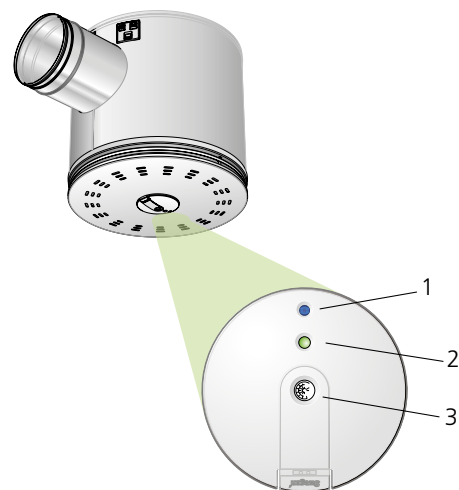

Abbildung 1. ADAPT Free Sensormodul mit anschluss für TUNE Adapt.
- Im Luftauslass befindet sich ein Regler mit allen Sollwerten und Steuerungsfunktionen sowie ein multifunktionales Sensormodul, siehe Abbildung 1.